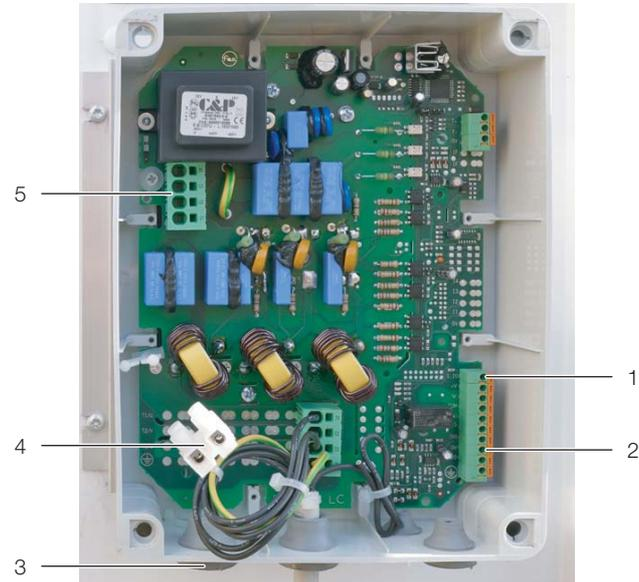

Рис. 31: Электрическое подключения конденсатора для непрямого естественного охлаждения
На конденсаторе для непрямого естественного охлаждения производится подключение питания в распределительной коробке (рис. 31, поз. 3).
- Подключите кабель к клеммам подключения (рис. 31, поз. 5).
Сигнальные и управляющие провода должны быть также проложены между соответствующими точками подключения на конденсаторе для непрямого естественного охлаждения (рис. 31, поз. 1, 2 и 4, рис. 32, поз. 2) и распределительным щитком на LCP DX/FC. В распределительном щитке подключение производится к блоку клемм X2A.